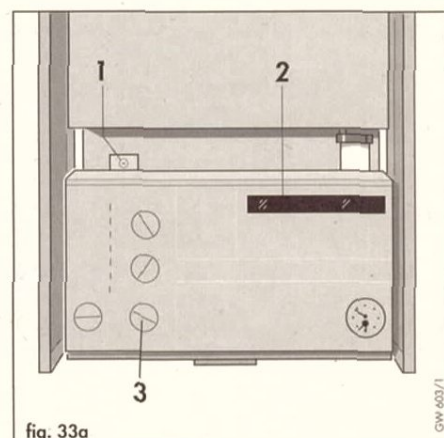

fig. 33a
- Posizionare il selettore (3, fig. 33a) su „riscaldamento”.
- Togliere la vite (1, fig. 33a) ed abbassare il pannello comandi.
- Posizionare il selettore (3, fig. 33a) su "riscaldamento."
- a) Togliere la vite (1, fig. 33a) ed abbassare il pannello comandi.